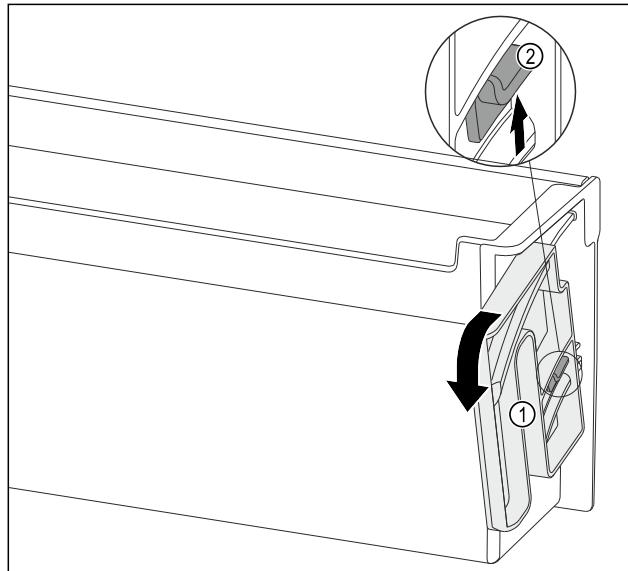

Fig. 115
- Прокрутіть поворотний модуль Fig. 115 (1) у вказаному напрямку до упору.
- Натисніть клапан Fig. 115 (2) угору і дістаньте поворотний модуль Fig. 115 (1).